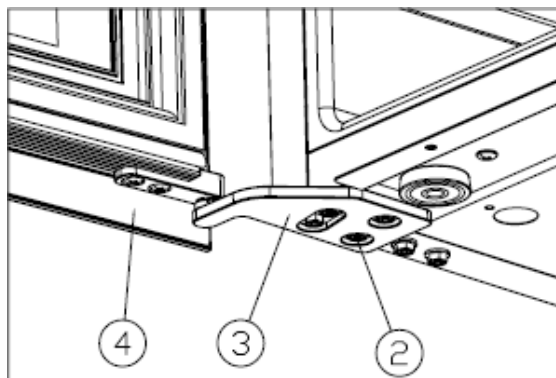

Рис. 5
Установите правую верхнюю петлю (3) и затяните винты М5*16 (2) (Рис. 5).